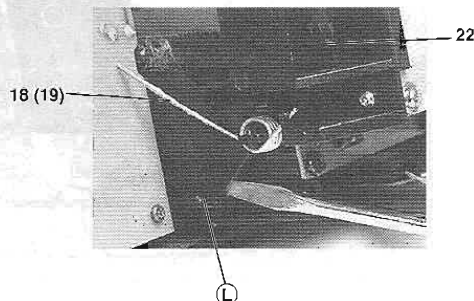

Fig. 16
- Cassettentürrahmen links und rechts L (Fig. 16) aushängen und die Tür vorsichtig nach vorne herausnehmen.
- Detach the guides on the left and right of the cassette compartment lid L (Fig. 16) and take it out carefully towards the front.